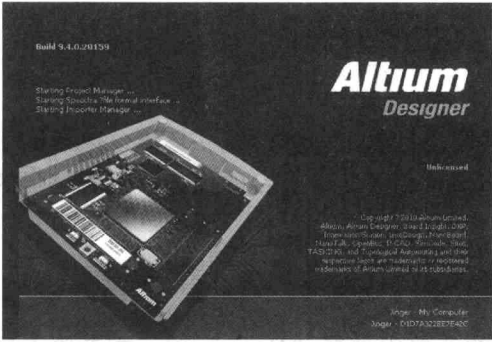

图 1-9 激活前的 Altium Designer Summer 09 启动画面
1) 在“开始”菜单栏中找到 Altium Designer Summer 09 图标 ，单击该图标，或者在桌面上双击快捷方式图标，即可初次启动 Altium Designer Summer 09，启动画面如图 1-9 所示。此时，在画面右侧显示“Unlicensed”，表示软件尚未被激活。